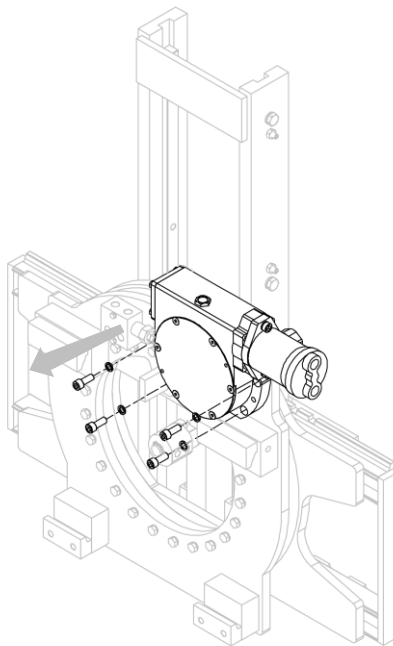

Figure 39
3. Retirer le groupe réducteur-moteur de la structure de l'équipement après avoir dévissé les vis correspondantes (voir *Figure 39*).